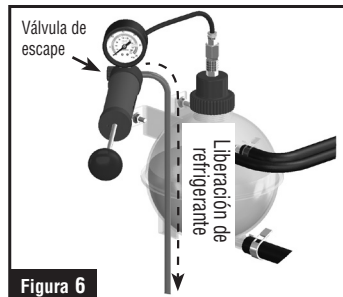

Figura 6
6. Cuando finalice la prueba, libere la presión en el sistema girando lentamente la válvula de liberación. Tenga cuidado ya que un chorro de refrigerante bajo presión puede salir del sistema a través de la manguera. Vea la figura 6.